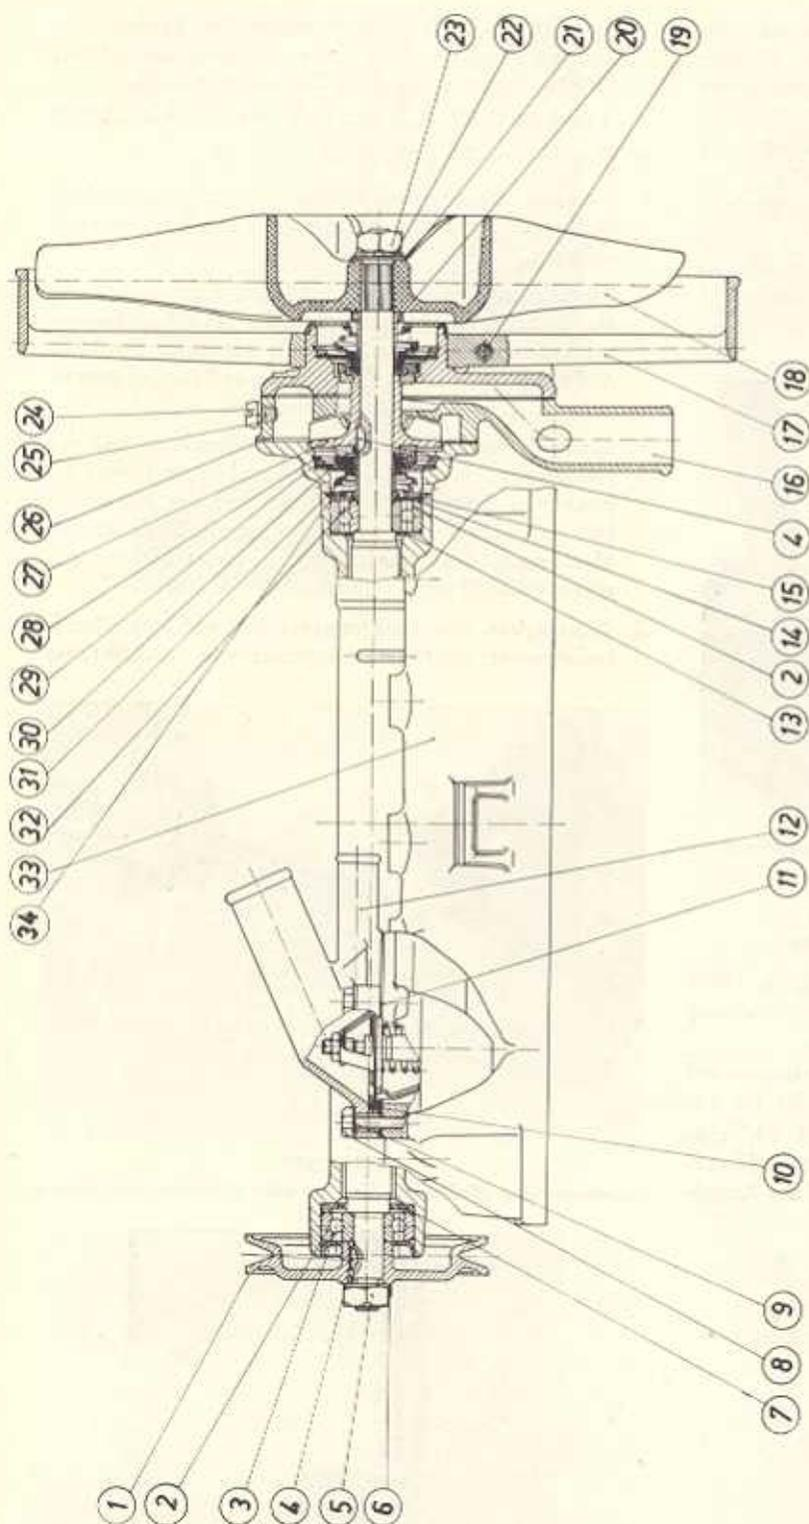

Bild M 36. Zylinderkopf mit Einbauwasserpumpe (Schnittzeichnung)
1. Einlegen der Scheibe auf der Lüfterseite (Bild M 36) (Einbaulage beachten! Die Durchdrückung muß vom Kugellager abgewandt liegen).